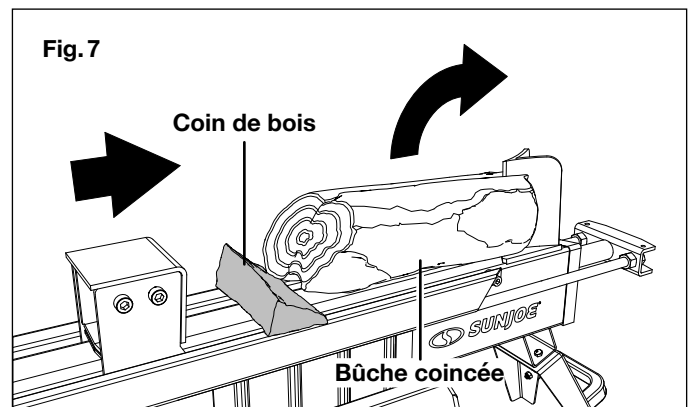

Fig. 7
2. Insérez un coin de bois sous la bûche coincée (Fig. 7).